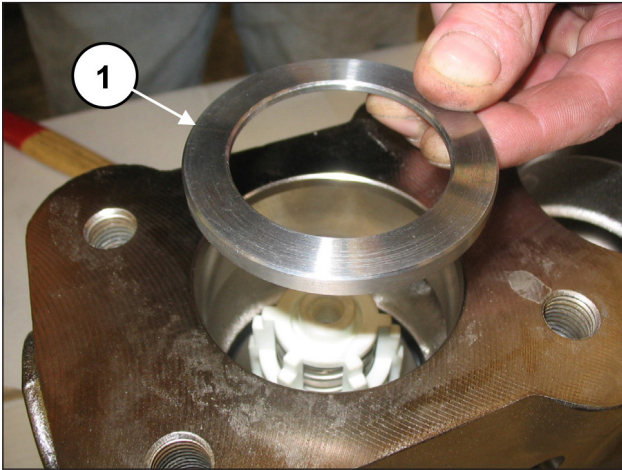
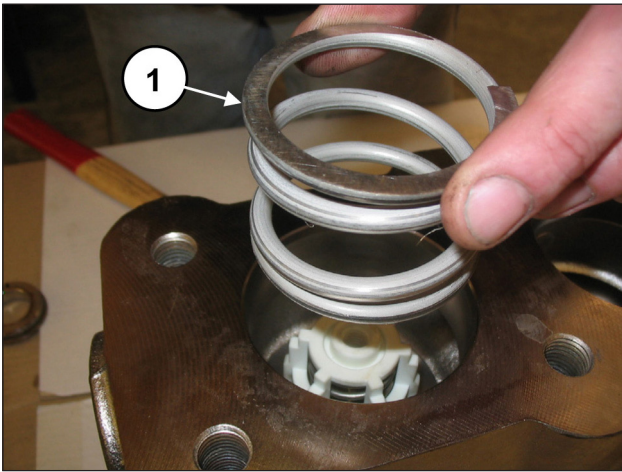

Abb. 123
Abb. 124
Setzen Sie den Ring des Ventilsitzes (Pos. ①, Abb. 123) und die Feder ein (Pos. ①, Abb. 124).